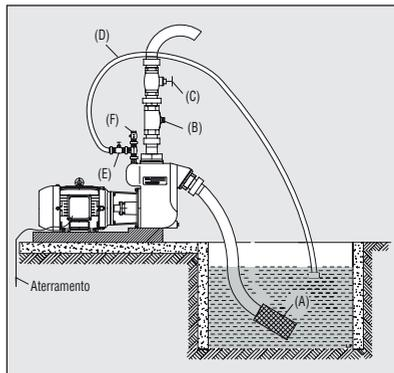

Figura 19 - Instalação Bomba BCA-41, BCA-42 e BCA-43
8. Recomendações específicas adicionais para as Bombas Autoaspirantes BCA-41, BCA-42 e BCA-43 quando empregadas no bombeamento de chorume (dejetos suínos ou bovinos, Figura 19):
- Recomendamos instalar um pré-filtro (tipo cesto) (item **A** da figura 19) na tubulação de sucção, a fim de impedir a passagem de sólidos de diâmetros maiores do que os determinados pela Tabela 5. Este pré-filtro deverá ser ancorado para eventuais inspeções.
- Recomendamos instalar válvula de retenção (item **B** da figura 19) na tubulação de recalque conforme descrito no item **A-13** deste manual.
- Um registro de gaveta (item **C** da figura 19) deve ser instalado no recalque para se ter o controle de pressão e vazão. Quando a bomba estiver acoplada a um motor estacionário (combustão interna), para acionamento do conjunto, feche parcialmente o registro de gaveta, ligue o motor e abra o registro a medida que vai aumentando a rotação. Nunca ligue a bomba com a rotação plena do motor. Para desligar, feche o registro por completo e reduza a rotação do motor pela metade para evitar que a bomba perca a escorva.
- Além da saída de recalque 2 1/2" para a BCA-41 e 3" para a BCA-42 e BCA-43, estes modelos possuem uma saída adicional de 3/4" para BCA-41 e BCA-42 e 1" para BCA-43, na qual pode ser conectada uma mangueira (item **D** da figura 19) que deve ser direcionada de volta ao local de sucção para homogeneizar o chorume. Em situações de dificuldade de aspiração, perda de escorva ou formação de gases, sugerimos conectar um Tê na saída adicional: em uma das extremidades adaptar a mangueira (item D da figura 19) com um registro (item E da figura 19) e, na outra extremidade, adaptar uma válvula de retenção (item F da figura 19) sem mola e na posição invertida, que funcionará como escape para os gases.